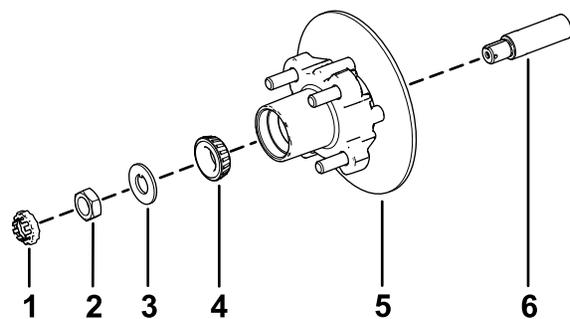

図 36
1. スピンドルに所定のグリスを薄く塗る 図 36。
2. ハブとロータをスピンドルに取り付ける。ロータを内側にする 図 36。
3. スピンドルに外側ベアリングを取り付けてレースにはめる 図 36。
4. スピンドルにタブワッシャを取り付ける 図 36。
5. スピンドルにスピンドルナットを取り付け、ハブを回してベアリングを着座させながらナットを 15 N·m 1.52 kg.m = 11 ft-lb に締めつける 図 36。